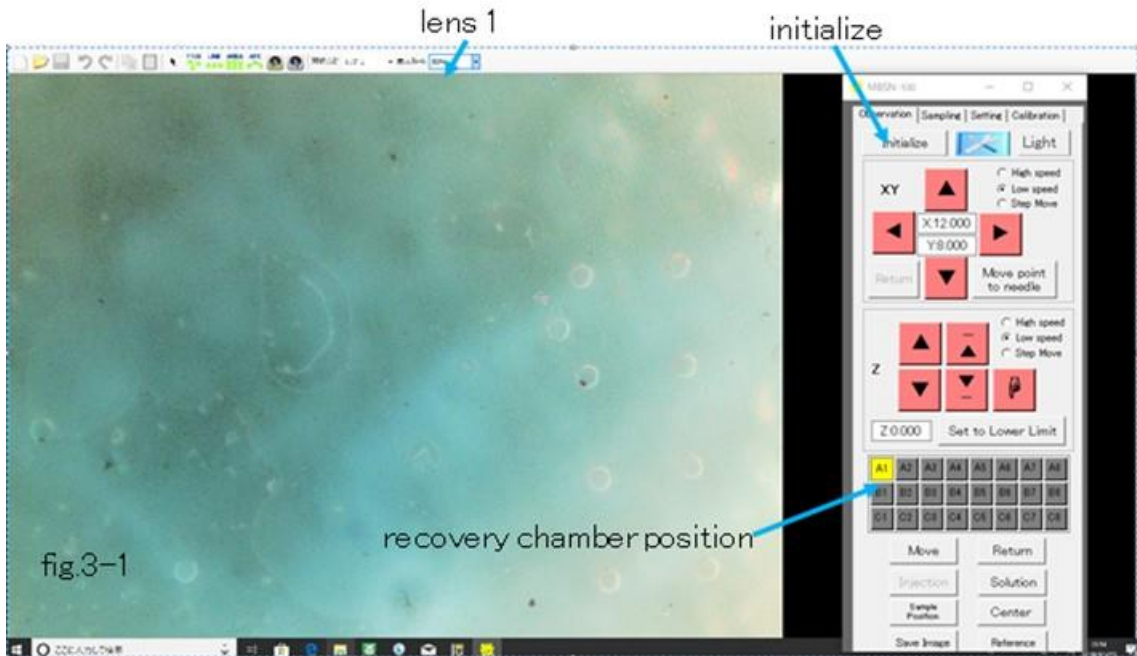

図3-1
- ① 電源をオンにし、ソフトを起動する。カメラタブおよびライトをオンにする。==>標本画像とコントロールパネルが現れる (図3-1)
採取断片回収容器の配置はコントロールパネルに表示されているが、黄色部分が選択されている。デフォルトでA1が選択されている。(図3-1)